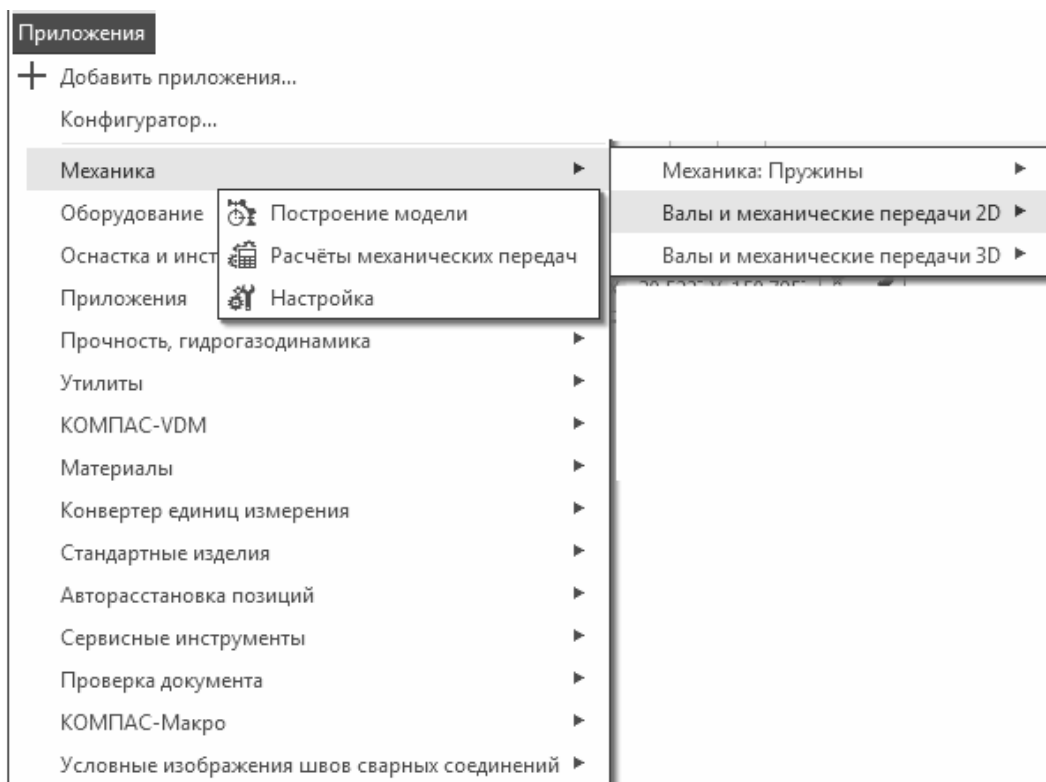

Рис. 14.1. Активация приложения «Валы и механические передачи 2D»
2. Активировать прикладную библиотеку, пройдя по пути: вкладка **Приложения** → **Механика** → **Валы и механические передачи 2D** → **Построение модели**. В результате откроется окно приложения **Валы и механические передачи 2D** (рис. 14.1).